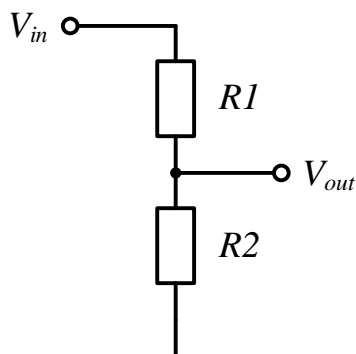

Рисунок 9.3 — Схема подільника напруги
Подільник напруги — лінійна електронна схема, напруга на виході якої (V_{out}) складає частину напруги на вході (V_{in}). Найпростіший подільник напруги складається з двох послідовно увімкнених резисторів (рис. 9.3).
2. Зібрати подільник напруги згідно з рис. 9.3, використовуючи будь-яку пару однакових резисторів, під'єднавши вихід V_{out} до будь-якого аналогового входу, а вхід V_{in} до +5 В.